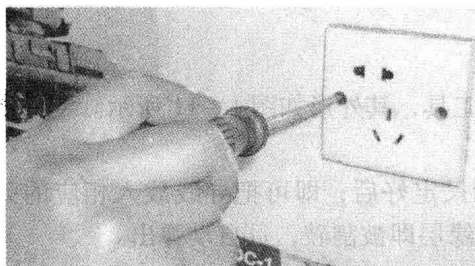

图 1-6 大螺钉旋具的使用方法
(1) 大螺钉旋具的使用 大螺钉旋具一般用来紧固较大的螺钉。使用时,除大拇指、食指和中指要夹住握柄外,手掌还要顶住柄的末端,这样就可以防止旋具转动时滑脱,如图 1-6 所示。